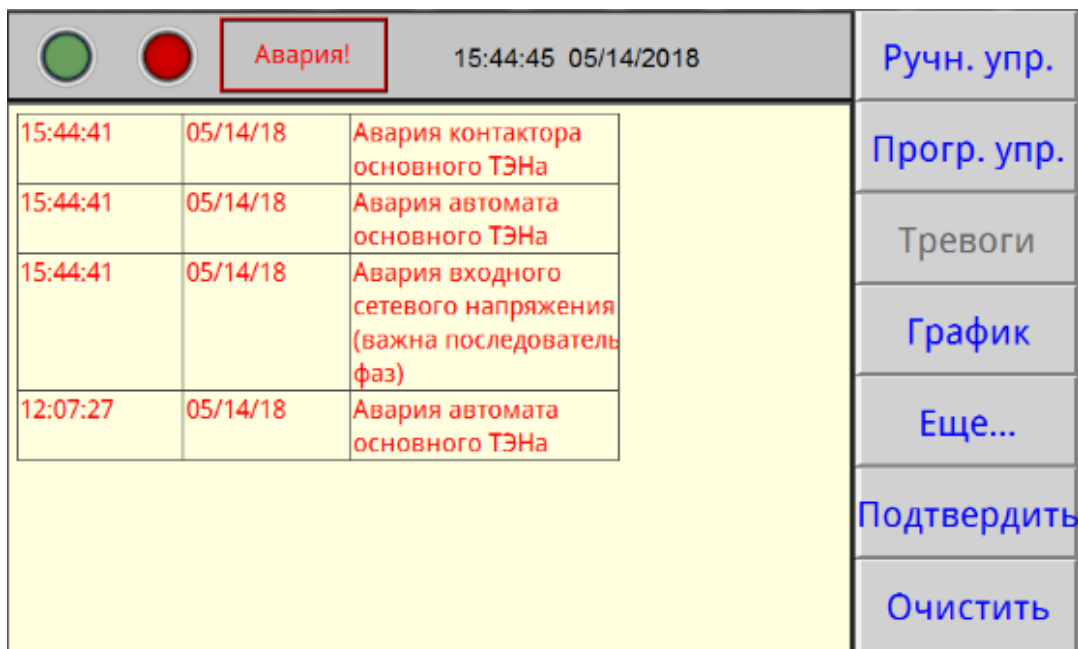

Рисунок 9
8.12 При нажатии на поле «Тревоги» будет отображен экран (рисунок 9). При этом звуковой сигнал выключается.